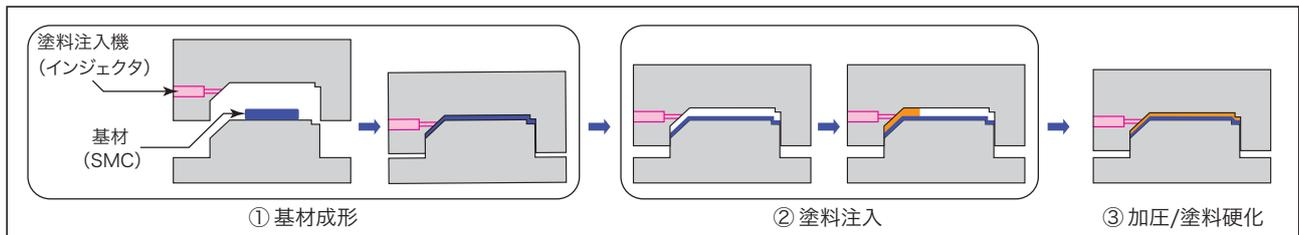

図1 IMCの工程
IMC工法は、同一金型内でプラスチック基材の成型と塗膜形成を行う工法です。樹脂基材を成形(図1 ①)した後に金型と基材間に少し隙間を開け、熱硬化性の塗料を注入(図1 ②)し、金型を再度閉める(図1 ③)ことで塗料が熱硬化して塗膜形成が完了します。塗料の熱硬化には、樹脂基材の成形工程における加熱で金型および樹脂基材に蓄積された熱や、樹脂基材の反応